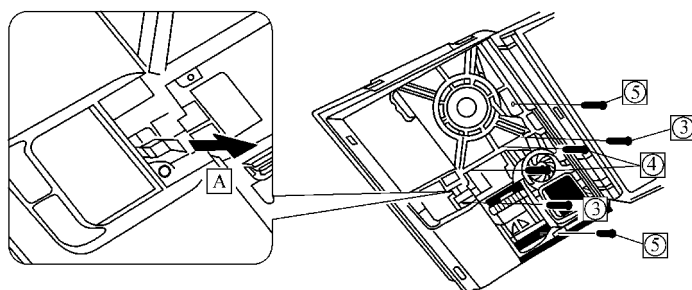

图 6-17 拆卸面板上的固定螺钉
(2) 然后拆卸面板上的螺钉“③”、“④”、“⑤”，如图 6-17 所示。